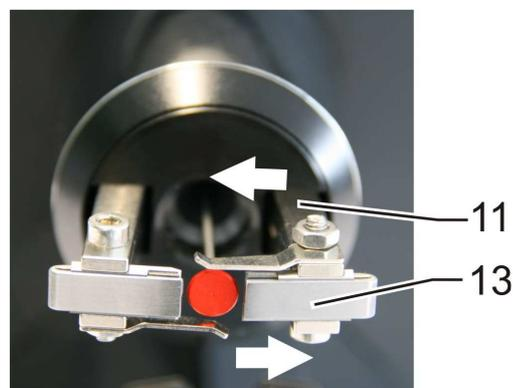

Figure 40. Pousser les porte-couteaux vers l'intérieur
- Poussez les porte-couteaux (11) vers l'intérieur et tirez les mâchoires de centrage (13) vers l'extérieur (Figure 40).
- Contrôle : les mâchoires de centrage (13) doivent se mouvoir librement. Si le jeu est restreint par les impuretés, un dénudage propre n'est plus garanti.